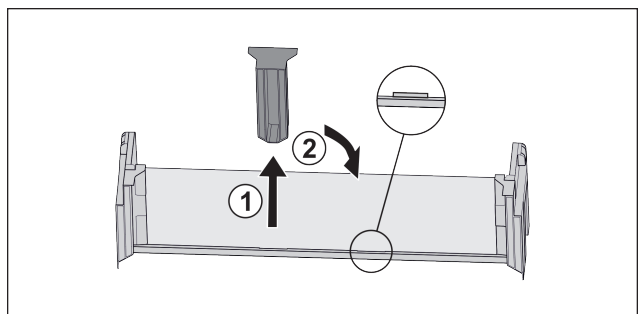

Fig. 114
- ▶ Снимите среднюю поддерживающую деталь Fig. 114 (1).
- ▶ Вставьте среднюю поддерживающую деталь во вторую позицию Fig. 114 (2).